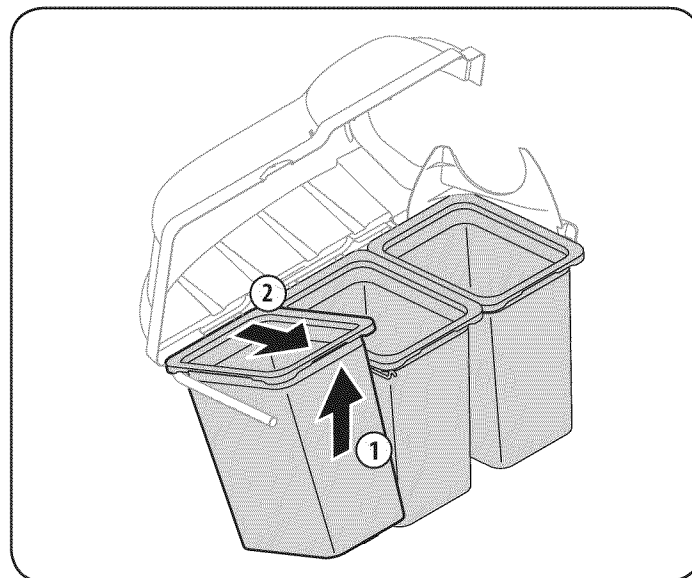

Figure 48
3. Sacar las bolsas de hierba levantándolos (1 en la Figure 48) y lejos del conjunto de soporte de la bolsa (2).